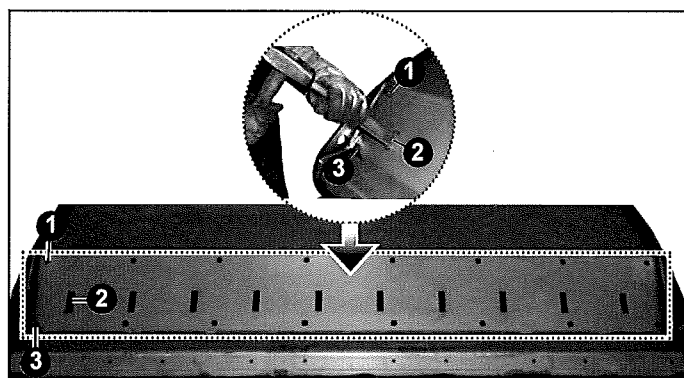

fig.40
- Skaffa en lämplig verktygsutrustning: hammare och stans/syl. (Se fig.40)
- Perforera rundningarna avgränsade med streck (1-2-3) (Se fig.40)